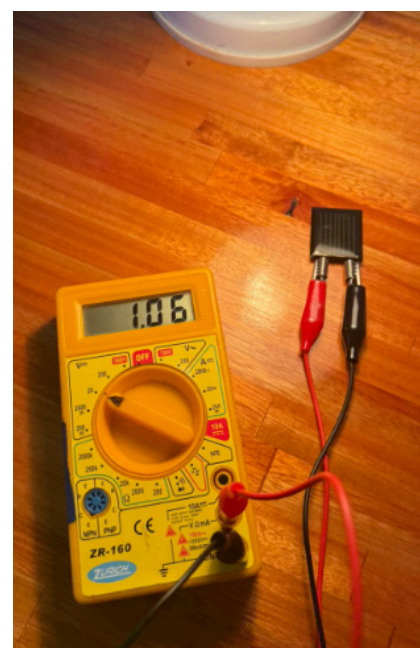

Fig. 3.1: la medición con una célula solar.
2. Dirigir la célula solar hacia la fuente de luz (la luz del sol o el foco de luz), de forma tal que se pueda determinar la máxima tensión (en mV) y la máxima corriente (en mA) posibles para medir (Fig. 3.1 y 3.2).